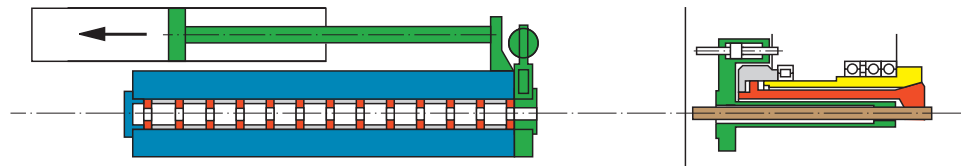

Bild 4
1. Abschnitt: Eine neue Stange wird nachgeladen (Bild 4, 5):
Das Lademagazin verläßt seine **Arbeitsstellung** (siehe Bild 4) oder **Ausgangsstellung** für das Stangenladen und folgende Schritte laufen ab: